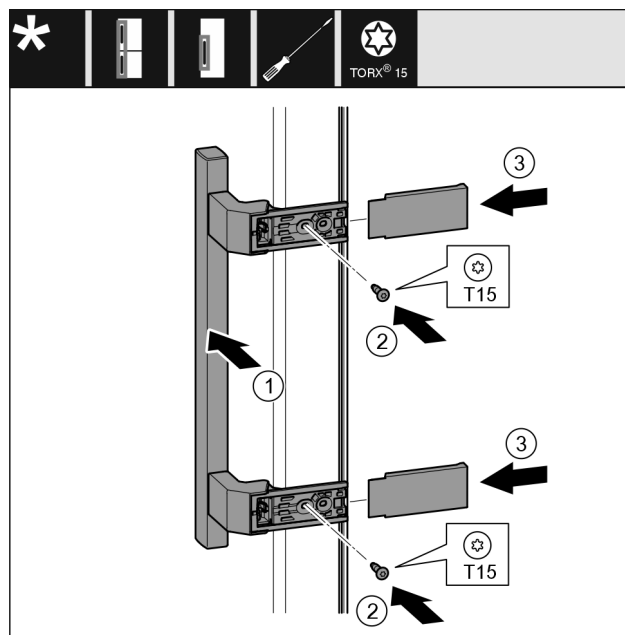

Fig. 55
- ▶ Helyezze fel a fogantyút Fig. 55 (1) a másik oldalra.
- ▶ Húzza meg a csavarokat Fig. 55 (2) csavarhúzóval.
- ▶ Helyezze fel a fedelet Fig. 55 (3) oldalra, és tolja fel őket.